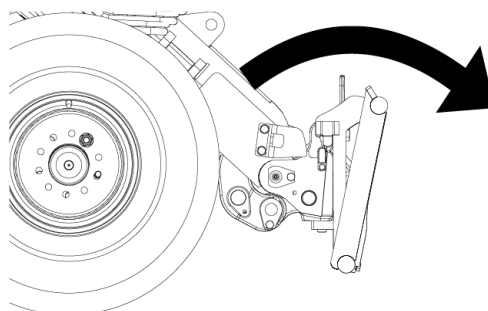

Bild 2: Koppling av redskapet
2. Luta adaptorn framåt, som visas på bild 2.